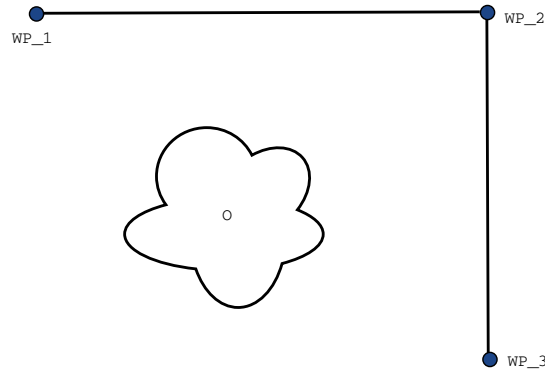

FIGURE 15.2 – WP\_1 : position initiale, WP\_2 : via point, WP\_3 : position de ramassage, O : obstacle.
**Exemple** Considérez une application de ramassage et de placement comme un exemple (voir la figure 15.2), où le robot est actuellement au Point de passage 1 (WP\_1), et elle doit ramasser un objet au Point de passage 3 (WP\_3). Pour éviter les collisions avec l'objet et les autres obstacles (0), le robot doit s'approcher WP\_3 dans la direction venant du Point de passage 2 (WP\_2). Donc trois points de passage sont introduits pour créer un chemin qui répond aux exigences.